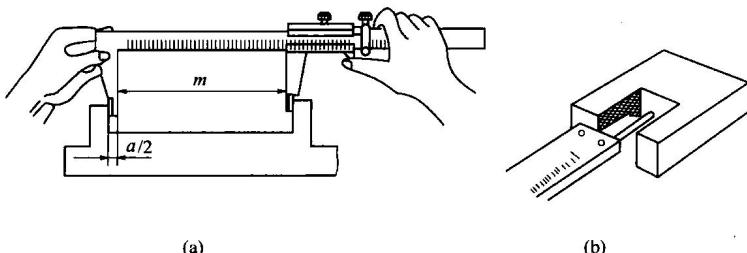

图 2-11 沟槽测量方法
(6) 当用游标卡尺测量工件沟槽宽度尺寸时, 可用游标卡尺内径量爪测量, 也可利用Ⅱ型游标卡尺量爪的外侧面测量, 如图 2-11 (a) 所示。测量方法与上述方法相同。
(7) 当用游标卡尺测量沟槽深度时, 如图 2-11 (b) 所示, 测量时用游标卡尺端部与被测工件沟槽基准平面贴平, 然后用右手拇指轻轻向下拉动游标, 测量杆端面与槽底接触, 锁紧游标处螺钉读值。